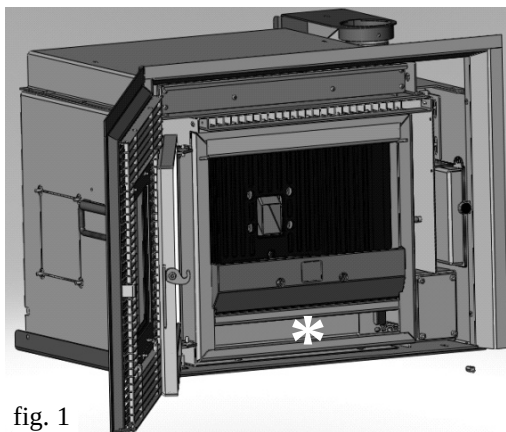

fig. 1
- Limpiar el hogar y el hueco debajo del hogar (✱) (fig. 1).